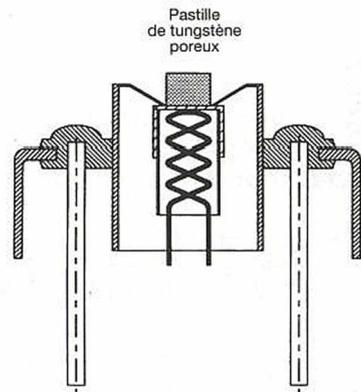
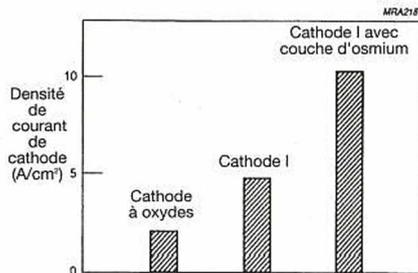

Figure 1 : la cathode-I se compose d'une pastille de tungstène poreux imprégnée d'oxydes de baryum, d'aluminium et de calcium.
Figure 2 : comparaison entre le pouvoir émissif de différentes cathodes.
La figure 1 fait état d'une coupe longitudinale d'une cathode-I, dont le principe était connu depuis déjà plusieurs années. Contrairement aux cathodes à oxydes, la cathode-I est disposée sur une pastille de tungstène poreux solide d'un support. Elle est imprégnée d'un amalgame d'oxydes de baryum, d'aluminium et de calcium, lesquels réagissent ensemble avec le tungstène pour créer du baryum pur ; ce dernier gagne de manière permanente la surface extérieure de la cathode qui se trouve, de ce fait, constamment régénérée en éléments émissifs. Ainsi, la densité de baryum sur cette surface est quasiment maintenue constante et le pouvoir émissif des cathodes de ce type pratiquement maintenu constant tout au long de la durée de vie de la cathode, durée qui dépasse les trente mille heures, soit près du double, en longévité, qu'une cathode à oxydes. La figure 2 établit une comparaison entre une cathode à oxydes conventionnelle, une cathode-I standard et une cathode-I améliorée par une très mince couche d'osmium (0,5 µm) déposée par pulvérisation cathodique («sputtering») qui réduit le travail d'extraction des électrons de la cathode et qui permet d'aboutir à une valeur double de la densité de courant avec 10 A/cm2. C'est ce type de cathodes qui est utilisé sur les tubes 16/9 Philips de la gamme 80 FS et qui l'est désormais sur les 29 AX - et qui le seront sur les 25 AX ultérieurement -, ces derniers au format 4/3.
connexion des éléments externes à l'oscillateur, schémas résumés en **figure 1**.
en fonction de diverses valeurs de R et C tandis que la **figure 2** montre quelle est la variation de cette fréquence en fonction de la tension d'alimentation pour trois valeurs de condensateurs externes distincts.
■ Figure 1 : Les différents circuits d'horloge admis par les PIC 16CXX.
■ Figure 2 : variation de la fréquence d'horloge en mode R-C en fonction de la tension d'alimentation.